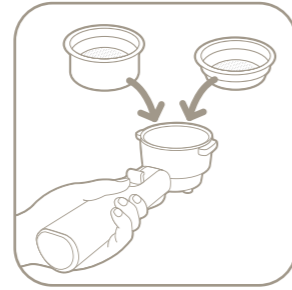

fig.6
- Setzen Sie den Filter (c.1) für 1 Tasse oder den Filter (c.2) für 2 Tassen in den Filterhalter (j) (Abb. 6.)